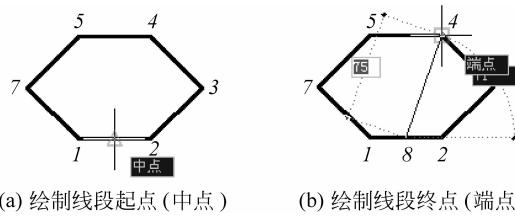

图 5-6 激活“对象捕捉”模式下直线段的绘制过程图例
- 激活状态栏的“对象捕捉”模式按钮，可指定相对于现有对象的对象捕捉特征，如图 5-6 所示。